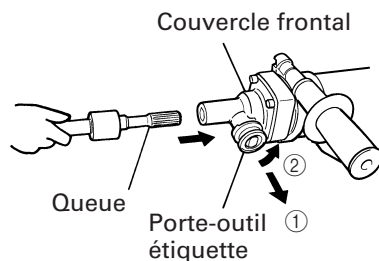

Fig. 3
- (1) Nettoyer, puis graisser la queue de l'outil avec la graisse fournie à cet effet en tube vert.
- (2) Tirer le porte-outil dans la direction de la flèche ① et le tourner dans la direction de la flèche ② (sens antihoraire). Insérer à fond la queue de l'outil dans le trou hexagonal du couvercle frontal. (Fig. 3)
- (3) Retourner le porte-outil pour fixer l'outil.
- (4) Tirer sur l'outil pour s'assurer qu'il est bien verrouillé à fond.